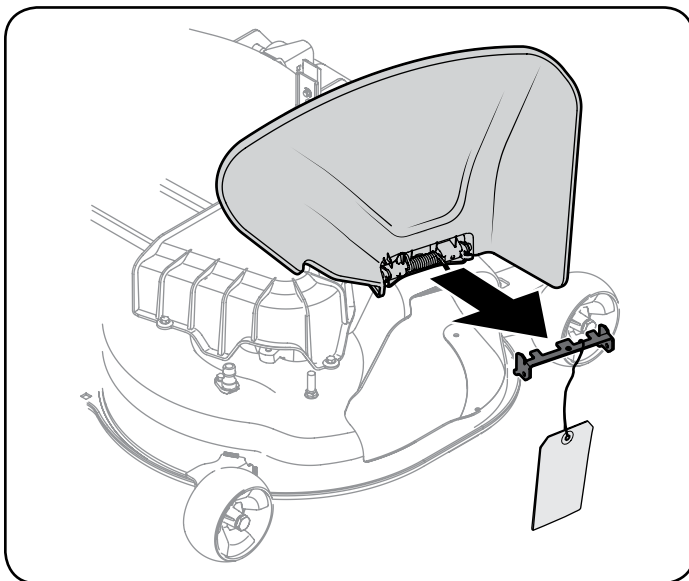

Figura 7
7. Sosteniendo el canal deflector totalmente hacia arriba, extraiga la traba de seguridad. Baje el deflector del canal y descarte la traba de seguridad. Vea la Figura 7.